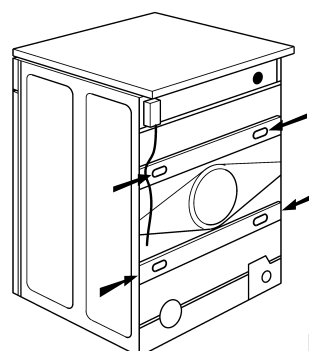

Fig. 2
1. Dévissez les vis avec la clé fournie (voir la Fig. 2).